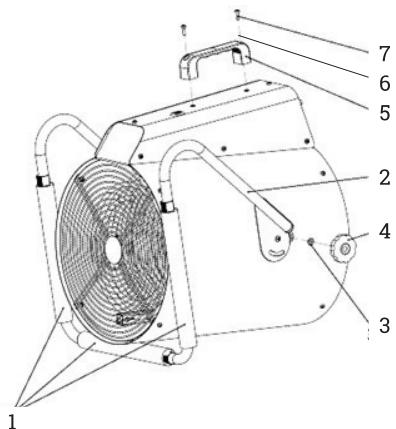

Рис. 3. Подготовка к работе EHCI-15
Для приведения в рабочее положение прибора необходимо снять с опоры изолоновый упаковочный материал (1), повернуть опору на 90 градусов, как указанно на рис. 3. На барашковый винт (4) надеть шайбу M6 (3) и закрутить через отверстие опоры в корпус. Прикрепить ручку для переноса (5) к блоку управления при помощи винта M4x14 (7) через шайбу M4 (6).